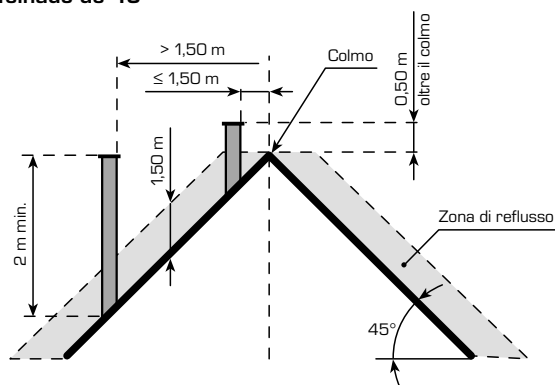

Fig. 2
- ter em cima um chapéu cujo bordo inferior deve estar fora da chamada zona de refluxo, para evitar a formação de contra-pressões que possam impedir a descarga na atmosfera dos produtos da combustão (fig. 2);